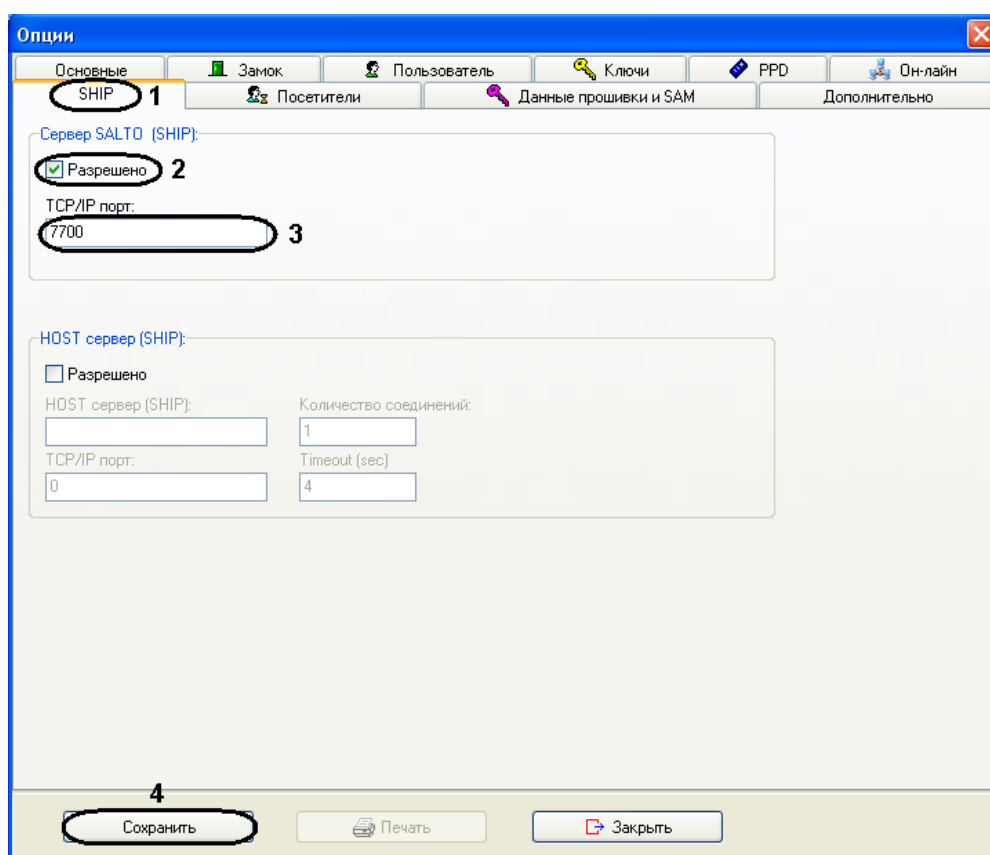

Рис. 3.2—4 Настройка порта для SHIP-протокола
3. Установить флажок **Разрешено** (см. Рис. 3.2—4, 2).